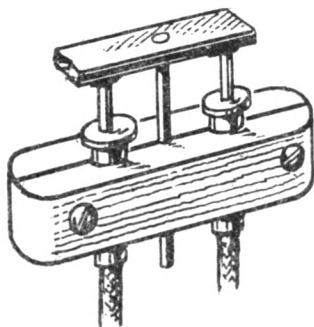

Рис. 6. Зажим для головок тросиков из деревянных брусков.
2. Из деревянного бруска с двумя поперечными углублениями сделайте спусковое приспособление (рис. 6) для двух тросиков. Расширенную часть головок тросиков зажмите двумя планками с шурупами. Над шляпками тросиков поместите металлическую направляющую пластинку с направляющим стерженьком из проволоки. Металлическая скобочка с двумя отверстиями удерживает стержень нажимной пластинки и направляет движение пластинки. Нажимая на пластинку, вы надавливаете на шляпки обоих тросиков; регулируя положение головок в пазах бруска, нетрудно заставить оба затвора сработать точно в одно время.